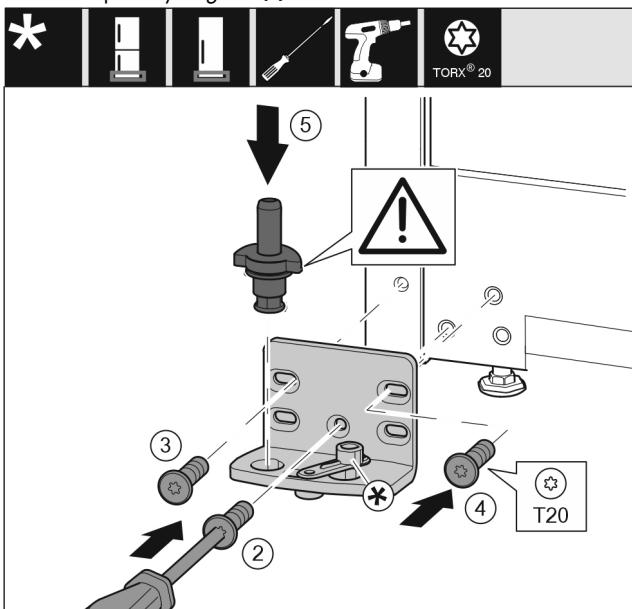

Fig. 15
- ▶ Встановіть опорний кронштейн з іншого боку і закріпіть гвинтами за допомогою викрутки T20. Почніть із гвинта 2 знизу посередині. Fig. 15 (2)
- ▶ Закрутіть гвинти 3 та 4. Fig. 15 (3,4)
- ▶ Вставте цілком опорний гвинт. При цьому виступ фіксаціона повинен бути спрямований назад. Fig. 15 (5)